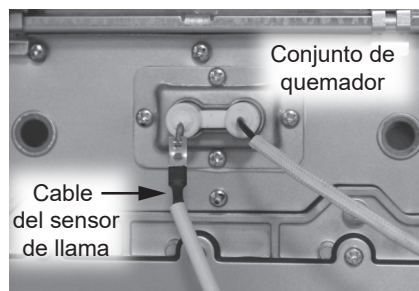

Figura 81 - Retiro el cable del sensor de llama
- 5 Ubique el cable del sensor de llama conectado al conjunto de quemador. Desconecte el cable y déjelo a un lado para un acceso fácil al múltiple de gas. Consulte la Figura 81.
- 34** Ubique el sensor de llama que se desconectó anteriormente del conjunto de quemador en el **Paso 5**. Conecte el cable del sensor de llama. Consulte la Figura 81.